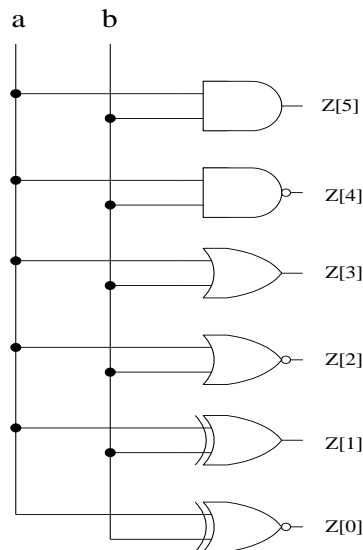

图 1-1 2 输入逻辑门电路
3. 图 1-1 所示电路包含 6 个不同的逻辑门，本实验首先用原理图设计，然后加入全加器设计，最后采用 Verilog 重新实现全加器。